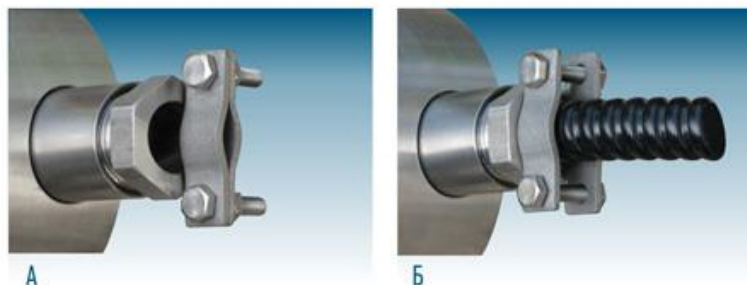

Рис. 5. Устройство крепления трубы G1/2 для кабельного ввода "D12":
- 4) Устройство крепления трубы "УКТ-..." для кабельного ввода D12 (рис. 5) представляет собой стальную втулку, на одной стороне которой имеется внутренняя резьба M24 - для присоединения к корпусу кабельного ввода, на другой - наружная или внутренняя резьба, по которой присоединяется узел крепления трубы. Тип резьбы (метрическая/ дюймовая, внутренняя/наружная) и ее значение выполняется по заказу (пример обозначения - см. рис. 5).